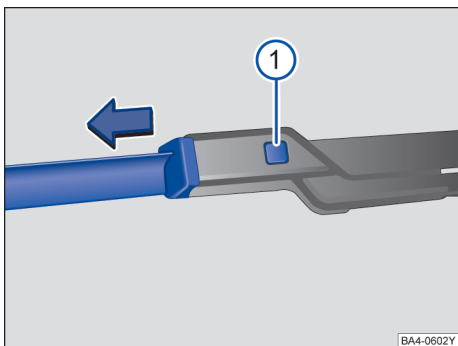

图 180 更换车窗刮水器刮水片
- 按住分离按钮→图 180① 同时沿图示箭头方向拉出刮水片。